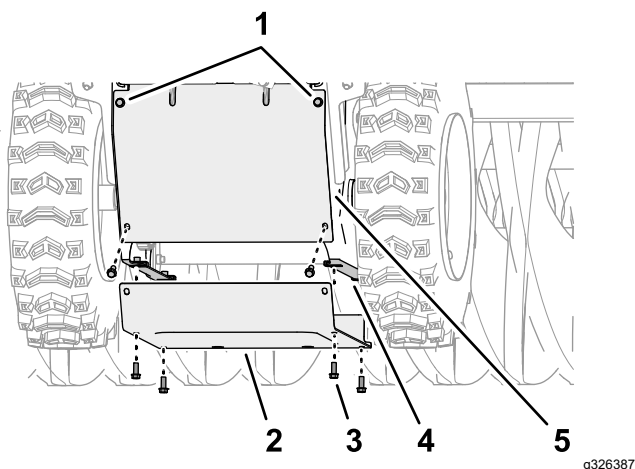

Figura 51
4. En la parte inferior de la máquina, alinee los orificios de la cubierta inferior con los orificios de las pestañas de las chapas laterales derecha e izquierda (Figura 51).
5. Monte la cubierta inferior en la máquina (Figura 51) con los 6 tornillos con arandela prensada ($\frac{1}{4}$ " x $\frac{5}{8}$ ").
6. Apriete los 2 tornillos con arandela prensada superiores ($\frac{1}{4}$ " x $\frac{5}{8}$ ") que sujetan la cubierta trasera a la máquina (Figura 51).